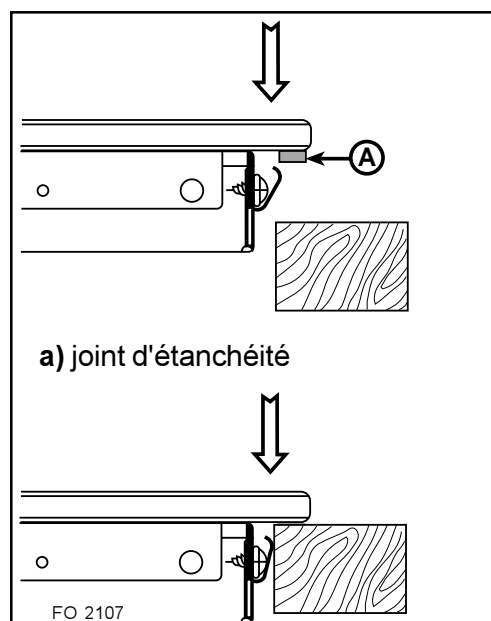

Fig. 7 FO 2107
- 2) insérez la table dans le défoncement du meuble (Fig. 7) et poussez en bas jusqu'à ce que la table touche le fond, parvenant automatiquement à la position correcte.